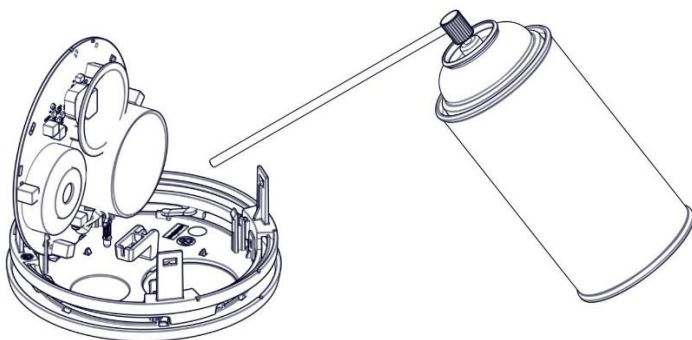

Figura 16
5. Utilice un soplador de aire para limpiar los residuos, el polvo y la suciedad que se acumulan sobre todo alrededor de la cámara de humo (*ver la Figura 16*).